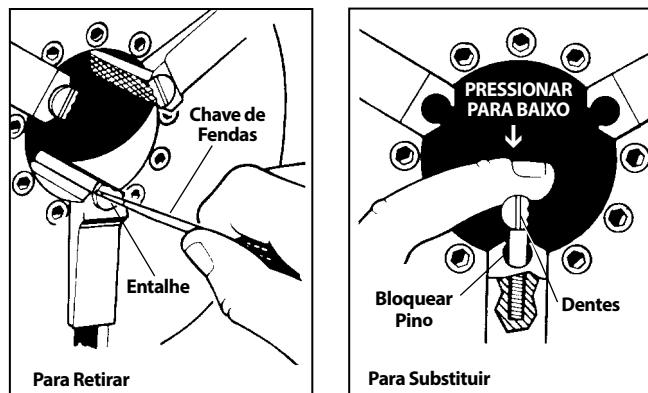

Figura 31 – Substituir os Calços de Mordente
1. Coloque uma chave de fendas na ranhura e rode 90 graus em qualquer direção. Retire o entalhe (Figura 31).
2. Insira sempre na lateral do pino de bloqueio e pressione o máximo possível para baixo (Figura 31).